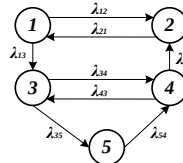

Рис. 9
22. Размеченный граф состояний системы имеет вид, показанный на рис. 9. Написать уравнения Колмогорова для вероятностей состояний и указать, при каких начальных условиях их нужно решать, если в начальный момент система S с вероятностью $1/2$ находится в состоянии 1 и с вероятностью $1/2$ – в состоянии 2.